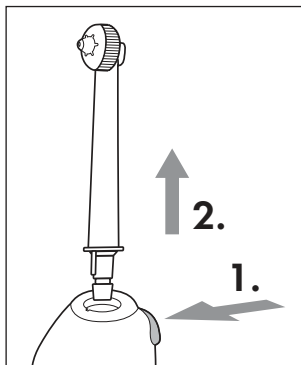

Fig. 3
- ◆ Pentru detașarea duzei **2** apăsați pe butonul de deblocare **10** de pe unitatea manuală **4** și scoateți duza atașabilă **2** de pe unitatea manuală **4** (a se vedea fig. 3).